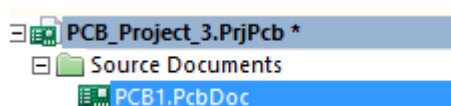

Рис.4. Проект, який містить друковану плату
2.1. Створюємо друковану плату. Для цього **File > New > PCB** та підключаєм її у проект. (Рис.4).